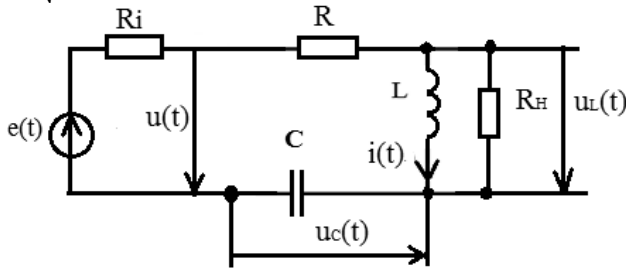

Рис. 17
Последовательный колебательный контур представляет собой электрическую цепь, содержащий индуктивную катушку и конденсатор, включенные последовательно с источником энергии. Для анализа процессов, протекающих в контуре, используется схема замещения реальной схемы (рис. 17). Параметры индуктивность L , емкость C и сопротивление потерь R являются первичными параметрами контура, которые определяют его вторичные параметры, такие, как
3.1. Используя рис.17, рассчитать и построить амплитудно-частотные (АЧХ) и фазочастотные (ФЧХ) характеристики цепи от входного напряжения $u(t)$ к напряжению на емкости $u_C(t)$ и от входного напряжения $u(t)$ к напряжению на индуктивности $u_L(t)$ в диапазоне от 1 до 20 кГц при исходных данных в соответствии с заданным преподавателем вариантом. Рассчитать полосу пропускания и добротность контура.
3.2. Используя рис.17, рассчитать и построить зависимости амплитудного значения и начальной фазы (при $\varphi_u = 0$) тока в контуре от частоты в диапазоне от 1 до 20 кГц при исходных данных в соответствии с заданным преподавателем вариантом.